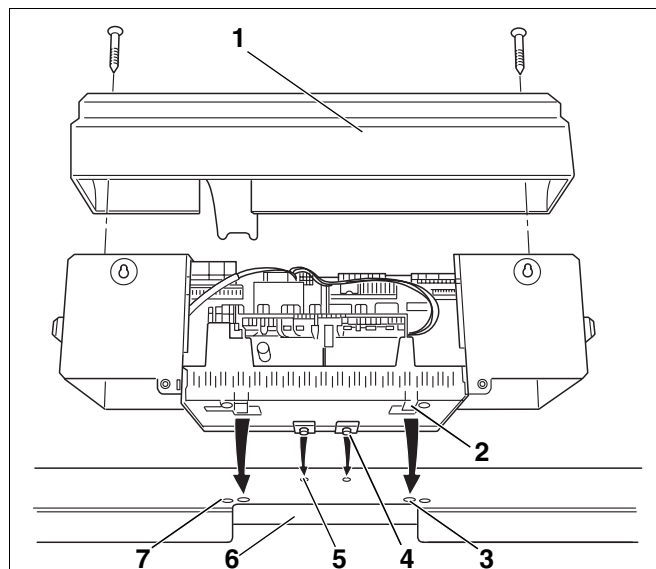
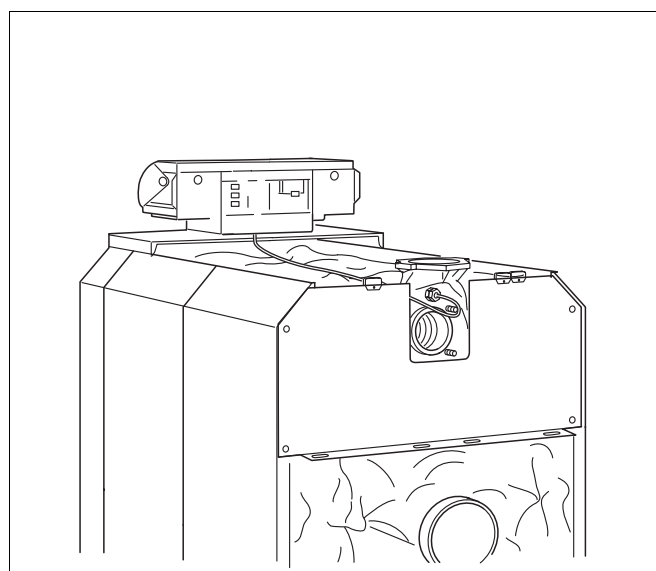

Abb. 60 Regelgerät montieren
Abb. 65 Heizkessel mit montiertem Regelgerät
In Abbildung 60 sind das Regelgerät und die vordere Abdeckhaube „A“ von hinten dargestellt.
- Die beiden Schrauben in der Klemmenabdeckhaube (Abb. 60, **Pos. 1**) lösen. Klemmenabdeckhaube nach oben entfernen.
- Regelgerät aufsetzen. Regelgerät vorne mit den Einschiebehaken (Abb. 60, **Pos. 4**) in die ovalen Bohrungen der vorderen Kesselhaube einsetzen (Abb. 60, **Pos. 5**). Regelgerät nach vorne ziehen und anschließend nach hinten abkippen. Die elastischen Haken (Abb. 60, **Pos. 2**) müssen hinten in den rechteckigen Öffnungen der vorderen Kesselhaube einrasten (Abb. 60, **Pos. 3**).
- Sockel des Regelgerätes links und rechts des Kabeldurchgangs (Abb. 60, **Pos. 6**) auf der vorderen Kesselhaube mit zwei Bleischrauben anschrauben (Abb. 60, **Pos. 7**).
- Klemmenabdeckhaube (Abb. 60, **Pos. 1**) mit zwei Blechschrauben wieder am Regelgerätesockel anschrauben (Abb. 65).